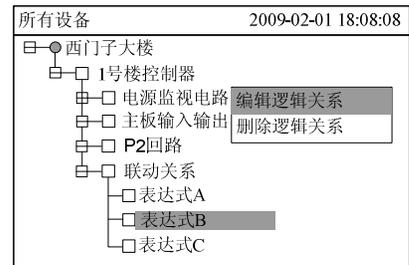

图 25-3
2. 按“→”键选择“浏览”子菜单（图 25-2），选择“所有设备”，然后按“OK”键，树状图显示出来（图 25-3）。按“↓”/“↑”键查找需要修改联动关系表达式。
3. 按“→”键弹出快捷菜单（图 25-3），然后按“↓”键选择“编辑逻辑关系”，再按“OK”键，进入编辑逻辑关系界面（图 25-4）。对该逻辑关系进行编辑修改即可。